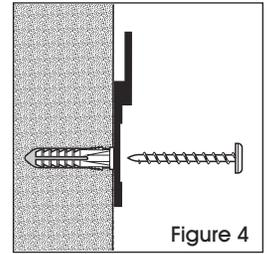

Figure 4
4. Insérer les chevilles d'ancrage dans les trous jusqu'à ce qu'elles soient au ras du mur. Insérer ensuite les vis de 1 ¼ po dans les chevilles d'ancrage, au travers des supports de suspension. Visser fermement. (Voir Figure 4)